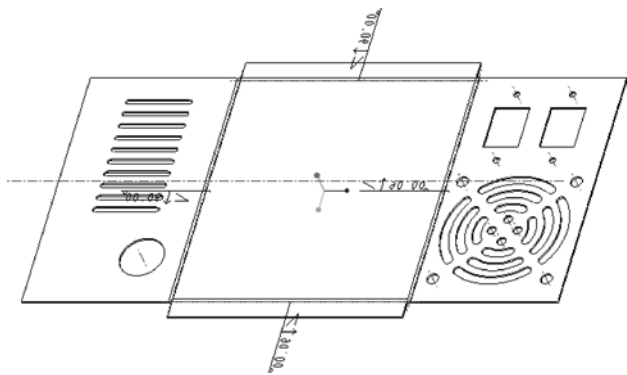

图 6-86 展开结果
- (1) 在功能区“模型”选项卡的“折弯”组中单击  (展开) 按钮。
- (2) 自动全选折弯几何，并接受默认的固定几何参考，单击  (完成) 按钮，展开结果如图 6-86 所示。